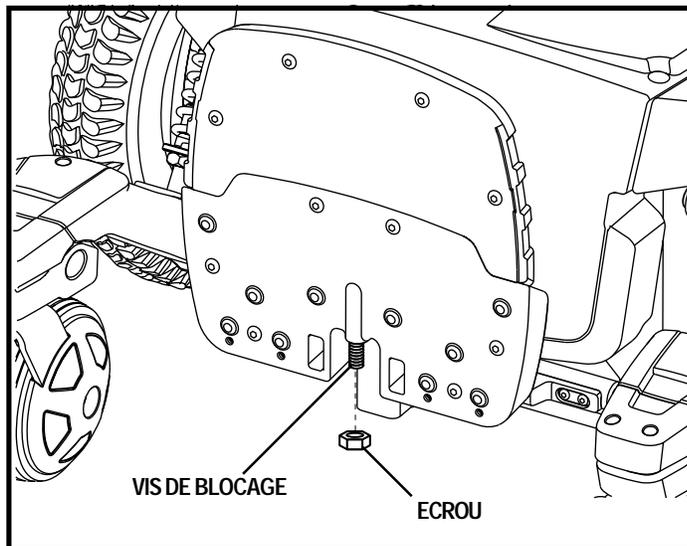

Figure 20. Dessous du plateau du repose-pieds
1. Relevez le plateau vers le haut pour trouver la vis de réglage. Voir la figure 20.